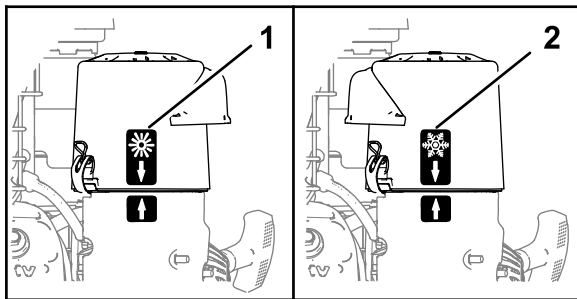

Figure 10
- À **basses températures ambiantes** (air froid et humidité), positionnez le flocon de neige situé sur le couvercle du filtre à air vers l'extérieur (Figure 10).
- Pour des **températures ambiantes normales**, positionnez le soleil situé sur le couvercle du filtre à air vers l'extérieur (Figure 10).